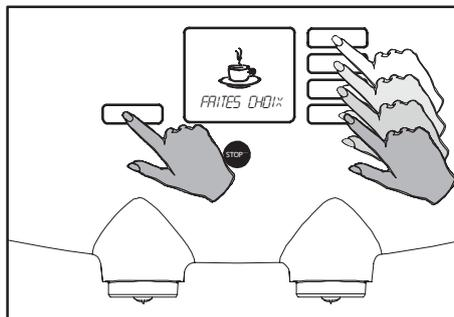

Fig. 83 Vérification de l'opération
36. Vérifiez le bon fonctionnement du distributeur en appuyant une fois sur un bouton de sélection et une fois sur le bouton d'eau chaude (fig. 83).